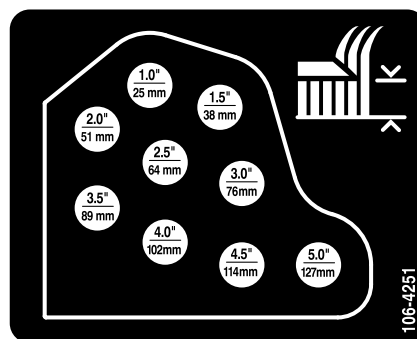

Figura 17
6. Monte as correntes da altura de corte no orifício da altura de corte desejada (Figura 17) com o contrapino e pino de segurança.